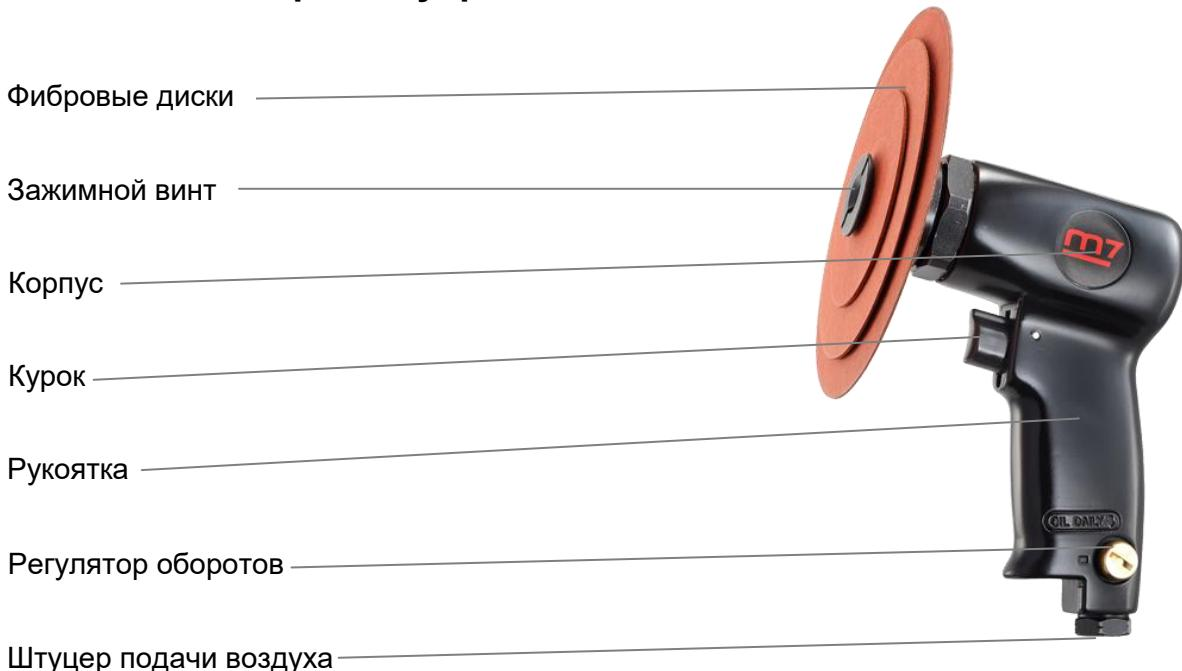

Рис. 1
- Управление ШМ осуществляется с использованием курка (Рис. 1), который находится под указательным пальцем.
- Регулировка скорости вращения осуществляется регулятором оборотов (Рис. 1).